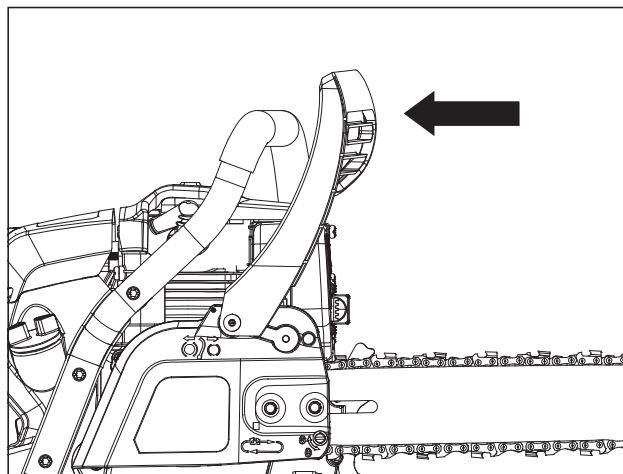

Fig. 6
1. Jale hacia atrás con cuidado el freno de la cadena, en dirección del asa anterior (Fig. 6.)